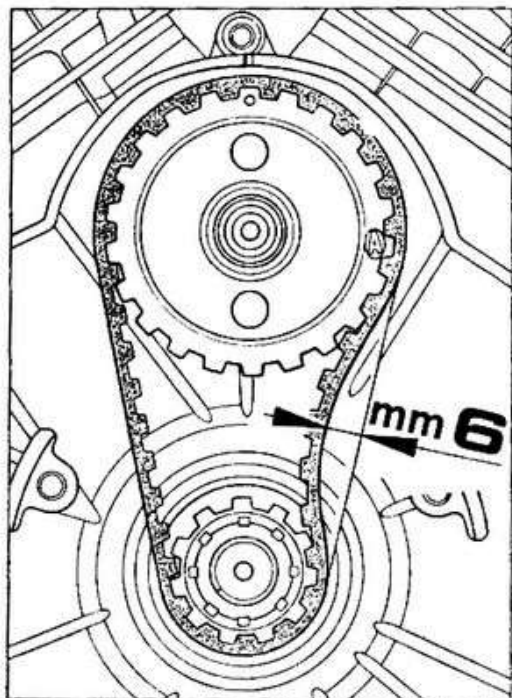

Fig. 12
**Controllo tensione cinghia dentata (fig. 12):**